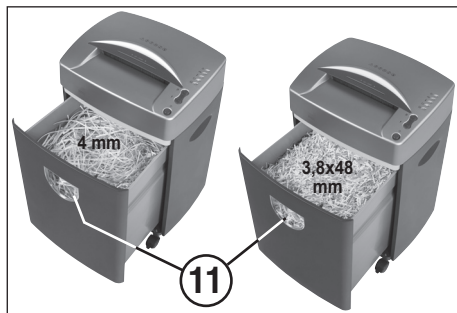

fig. 3
#### DU RÉCIPENT COLLECTEUR (figure 3) :
Il faut vider le récipient collecteur lorsque le matériel déchiqueté apparaît dans la fenêtre de contrôle de niveau (11) (figure 3).
### POUR VIDER LE RÉCIPIENT (Fig. 3):